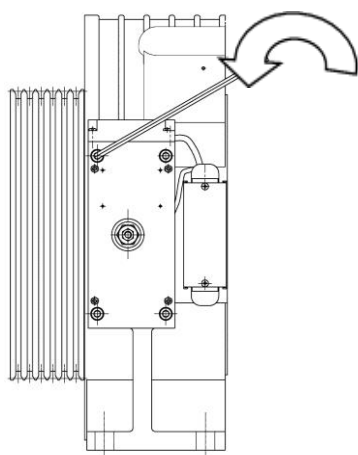

图 23 转动安装螺栓
1. 松安装螺栓：逆时针转动安装螺栓见 P20 图 23（松开安装螺栓后方可松动支撑螺管）；